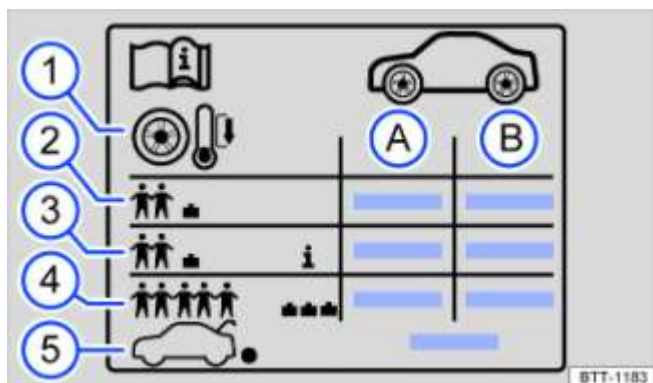

Fig. 196 Symboles sur la plaque de pression de gonflage des pneus
Selon le véhicule, une pression de gonflage des pneus confort peut être indiquée sur la plaquette → Fig. 196 (3). La pression de gonflage des pneus confort permet d'augmenter le confort de conduite. En cas de conduite avec une pression de gonflage des pneus confort, il se peut que la consommation de carburant augmente.
- Adaptez toujours la pression de gonflage des pneus en fonction de l'état de chargement du véhicule → Fig. 196 (4).